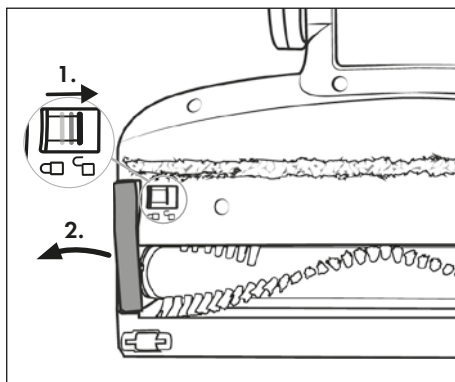

Fig. 24
- N'utilisez l'appareil qu'avec un rouleau brosse ④1 correctement monté.
- 1) Retirez la brosse de sol ④2 du tube d'aspiration ④3 ou de l'appareil (voir chapitre **Démontage de l'appareil**). Retournez la brosse de sol ④2.
- 2) Déverrouillez le rouleau-brosse ④1 en faisant glisser le dispositif de déverrouillage du rouleau-brosse ④9 vers la droite du doigt, puis retirez le support du rouleau-brosse ④0 de la brosse de sol ④2 (voir figure 24).